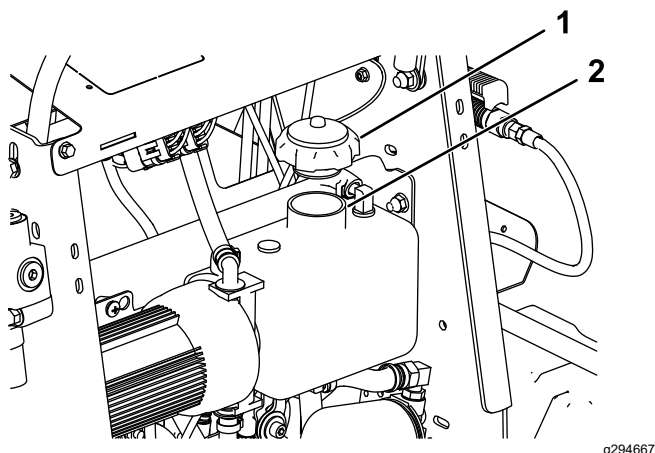

Bild 52
2. Entfernen Sie den Hydraulikbehälterdeckel (Bild 52).